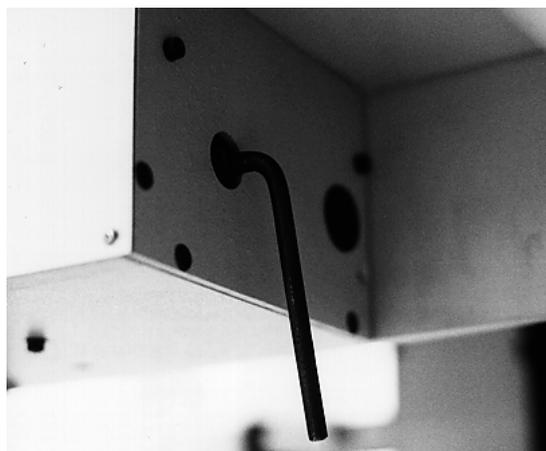

Figura 4-2
1. Con la máquina encendida y detenida, inserte la herramienta para ajustar el índice en el orificio del lado derecho del cuadro de cambio de color (consulte la figura 4-2).